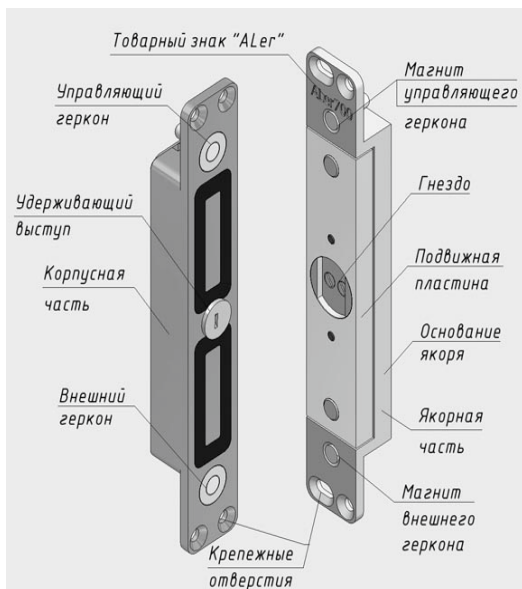

Рисунок 1
4.1 Замок состоит из корпусной и якорной частей. При закрытии двери подвижная пластина якорной части притягивается к рабочей поверхности корпусной части, при этом удерживающий выступ на корпусе входит в соответствующее гнездо пластины якоря и запирает дверь (рисунок 1). Усилие удержания двери в закрытом положении при попытке взлома первоначально определяется усилием сдвига пластины якорной части относительно корпусной, а затем (после преодоления этого усилия) конструктивными размерами удерживающих выступов.
5.2 Для монтажа якорной части в дверном полотне симметрично кромкам двери подготавливается гнездо шириной не менее 32 мм и глубиной не менее 25 мм. Подвижная пластина якоря не должна касаться стенок гнезда при любом положении якоря. Якорная часть замка вертикального исполнения должна быть ориентирована в гнезде по установочной метке в виде товарного знака «ALer» направлением вверх (рисунок 1).